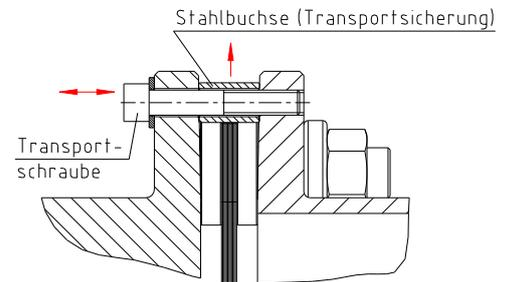

Bild 21: Transportsicherung
**Die Distanzbuchsen (Stahl) müssen für die weitere Montage und den Betrieb entfernt werden (siehe Bild 21).**
**Es muss darauf geachtet werden, ob eine Axialspielbegrenzung mit zwei Kunststoffbuchsen pro Schraube oder eine Transportsicherung mit einer Stahlbuchse pro Schraube verbaut wurde (siehe Bild 21 und 22).**